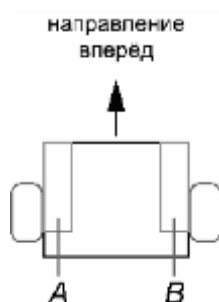

Рисунок 3. Схема робота.
7. Робот оснащён двумя отдельно управляемыми колёсами, радиус каждого из колёс робота равен 5 см. Левым колесом управляет мотор А, правым колесом управляет мотор В (см. рис. 3).